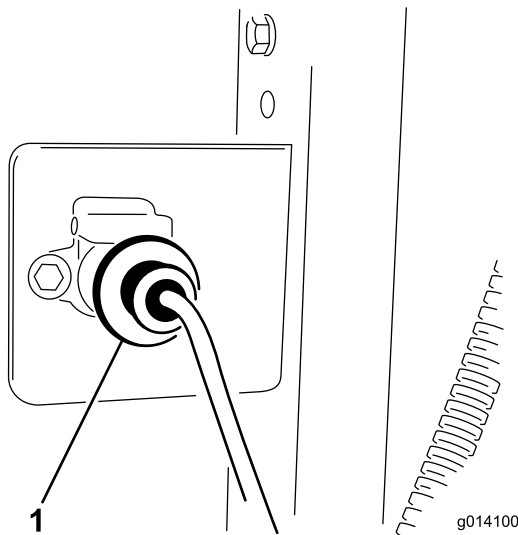

Figura 10
1. Monte o suporte da tomada na parte traseira do veículo de reboque com (2) parafusos e porcas 5/16 x 1 pol.
3. Prenda a tomada da cablagem ao suporte com (2) parafusos e porcas 1/4 x 1 pol. (Figura 10).
5. Ligue a cablagem da unidade base à cablagem do veículo de reboque (Figura 10). O conector está localizado entre o tubo hidráulico ligado ao veículo de reboque.